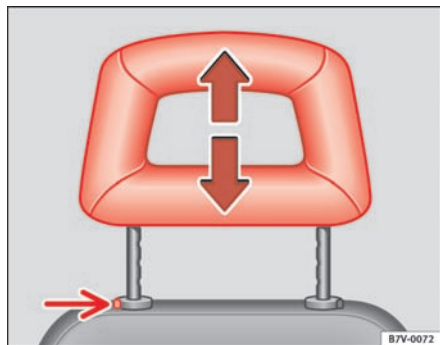

Fig. 86 Indstilling og afmontering af hovedstøtte
- Skub hovedstøtten opad (i pilens retning) eller nedad, mens du trykker på knappen ⇒ fig. 86 (pil). Korrekt indstilling ⇒ side 118.
- Tryk på knappen ⇒ fig. 86 (pil).
- Hold knappen ⇒ fig. 86 inde (pil), og skub hovedstøtten **helt ned**.